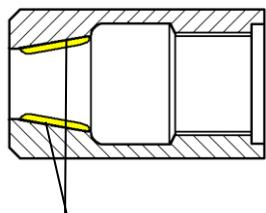

図7-4 グリス（厚さ 2~3 mm）
(1) 分解・組立方法は、P. 12 7-2の要領で行って下さい。
(2) 組み付ける前にジョーケースの内側（ジョーと接する面）にグリスを充分に塗布して組み付けてください。（図7-4参照）